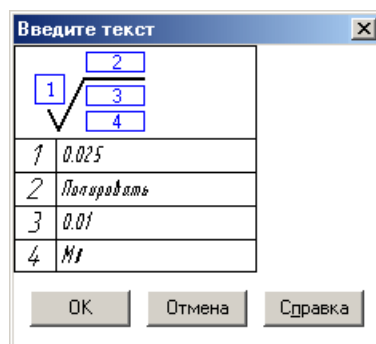

Рис. 46
- для простановки параметров шероховатости на отрезке р5-р6 введите значения в поля диалогового окна **Введите текст** в соответствии с рис. 46;